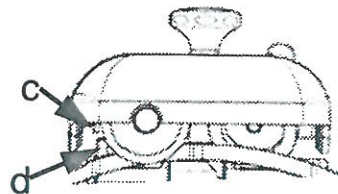

Abb. 46
3. nun das Oberteil loslassen, Hülse (c) und Gegenzapfen (Detail d- Abb. 46) zusammenpassen;